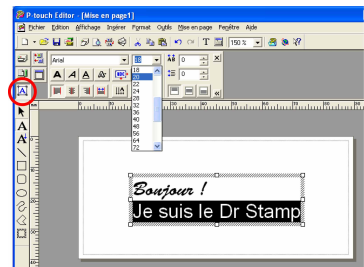

figure 5
- 3 Dans la liste déroulante « Taille », sélectionnez la taille de caractère souhaitée (voir la figure 5).